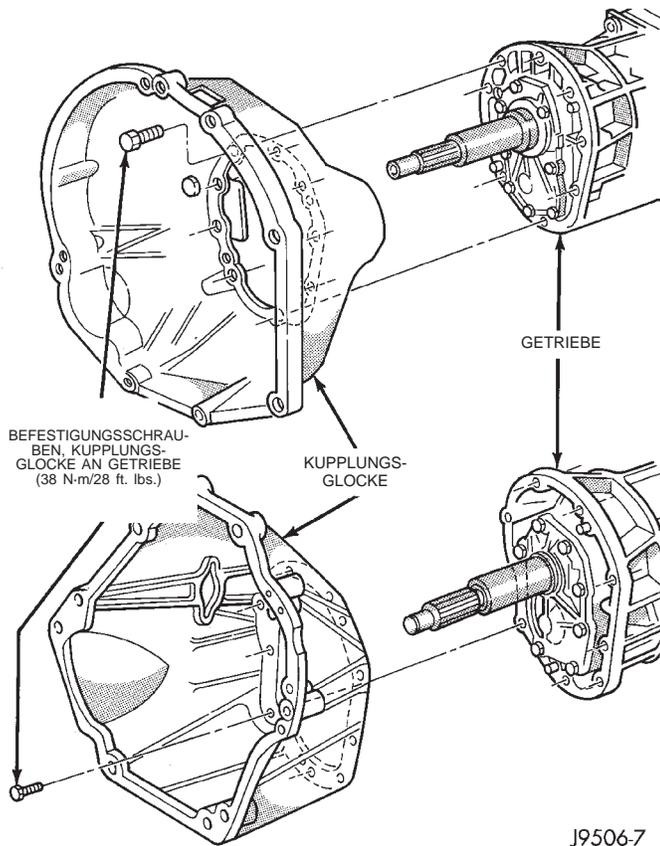

Abb. 10 Kupplungsglocke
(24) Die Verstrebung der Kupplungsglocke ausbauen.
(25) Die Befestigungsschrauben lösen, mit denen die Kupplungsglocke am Motor befestigt ist.
(26) Den Getriebeheber nach hinten ziehen, bis die Getriebeeingangswelle von der Kupplung freikommt. Dann das Getriebe unter dem Fahrzeug hervorziehen.
(27) Kupplungsausrücklager, Ausrückgabel und Halteclip ausbauen.
(28) Die Kupplungsglocke vom Getriebe abnehmen (Abb. 10).
(7) Die Befestigungsschrauben, mit denen die Kupplungsglocke am Motor befestigt wird, ansetzen und mit einem Anzugsmoment von 38 N·m (28 ft. lbs.) festziehen (Abb. 10). **Vor dem Festziehen der Schrauben überprüfen, ob das Gehäuse in der richtigen Lage am Motorblock sitzt.**
(8) Die Verstrebung der Kupplungsglocke einbauen.
(9) Das Getriebe ca. 7–8 cm (3 Zoll) absenken, um Zugang zum Gehäuseaufsatz zu erhalten. Sicherstellen, daß der erste oder der dritte Gang eingelegt ist.
(10) Nach oben um das Getriebe herumgreifen und den Schalthebel in den Gehäuseaufsatz einsetzen. Den Halter des Schalthebels nach unten drücken und durch Drehen nach rechts sichern. Danach die Staubschutzmanschette des Schalthebels auf dem Gehäuseaufsatz anbringen.
(11) Den hinteren Querträger einbauen. Die Befestigungsschrauben, mit denen der Querträger am Rahmen befestigt wird, mit einem Anzugsmoment von 41 N·m (31 ft. lbs.) festziehen.
(12) Die Befestigungselemente einsetzen, mit denen der hintere Dämpfer und die Halterung am Getriebe befestigt werden. Anschließend die Schrauben und Muttern, mit denen das Getriebe an der hinteren Getriebeaufnahme befestigt wird, mit einem Anzugsmoment von 45 N·m (33 ft. lbs.) festziehen.
(13) Unterstellbock und Getriebeheber unter Motor bzw. Getriebe entfernen.
(14) Den Kurbelwinkelgeber einbauen und anschließen.
(15) Je nach Ausstattung das Verteilergetriebe auf einen Getriebeheber setzen.
(16) Je nach Ausstattung das Verteilergetriebe mit Sicherheitsketten am Getriebeheber befestigen.
(17) Je nach Ausstattung das Verteilergetriebe anheben und die Antriebswelle des Verteilergetriebes auf die Abtriebswelle des Getriebes ausrichten.